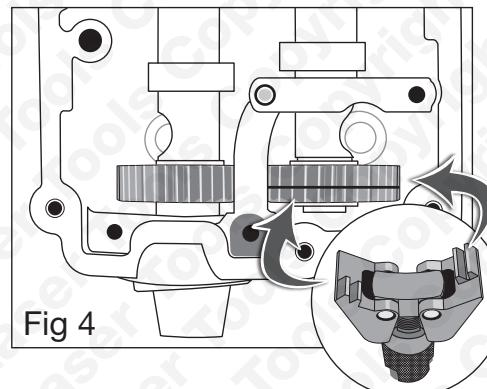
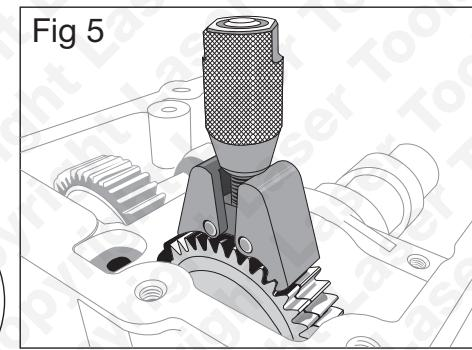

Fig 4
Fig 5
- Brides d'alignement de dents d'engrenage** : voir les Figures 4 et 5 — placer **C1** ou **C2** (selon l'application) sur les dents de l'arbre à cames d'échappement de manière à ce que les deux bras de la bride s'engagent sur les deux moitiés de l'engrenage (un sur chaque moitié, comme illustré à la Fig. 4). **Le bras le plus large doit s'engager dans la moitié d'engrenage la plus large.** Serrer la bride d'alignement à l'aide de la molette de façon à ce que les dents d'engrenage soient alignées (Fig. 5).